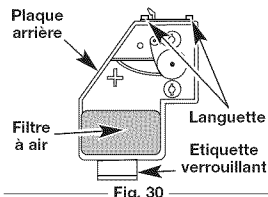

Fig. 30
2. Retirez le filtre à air (Fig. 30).
6. Remplacez le filtre (Fig. 30).